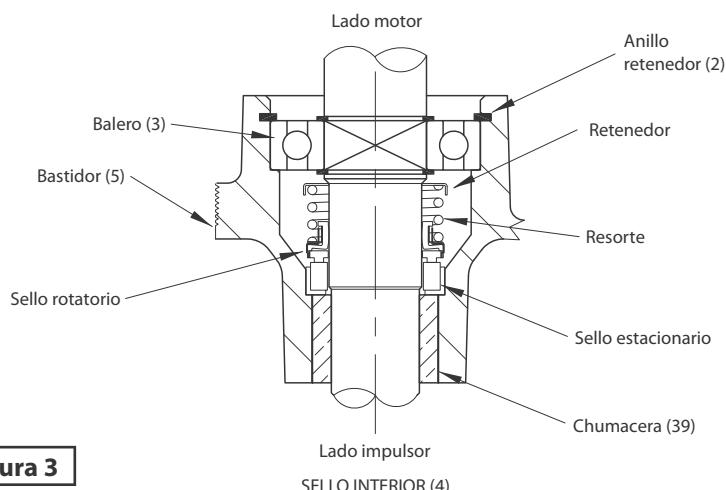

Figura 3
Examine todas las partes del sello, si las caras del sello muestran signos de desgaste, patrón de desgaste irregular, astillas o arañosos, reemplace el sello entero. **No intercambie componentes del sello, reemplace todo el sello (4) de la flecha.** Retire el anillo retenedor (6) de la flecha. Utilice una herramienta especial para remover el balero (3) de la flecha. Retire el balero inferior de la flecha (vea la figura 3).
Nada debe entrar en contacto con la cara del sello, con excepción de la herramienta de empuje del sello. Asegúrese de que el miembro estacionario esté derecho. Coloque el sello (4) anillo retenedor y resorte encima de la flecha hasta que se asiente en la flecha. Humedezca ligeramente con agua la flecha y la superficie interna del fuelle en el miembro rotatorio, con el extremo fuera del motor, deslice el miembro rotatorio en la flecha hasta que encaje el resorte. Asegúrese de que el resorte esté asentado en el anillo retenedor y el resorte alineado en el miembro rotatorio y no descansando en el fuelle (vea la figura 3).